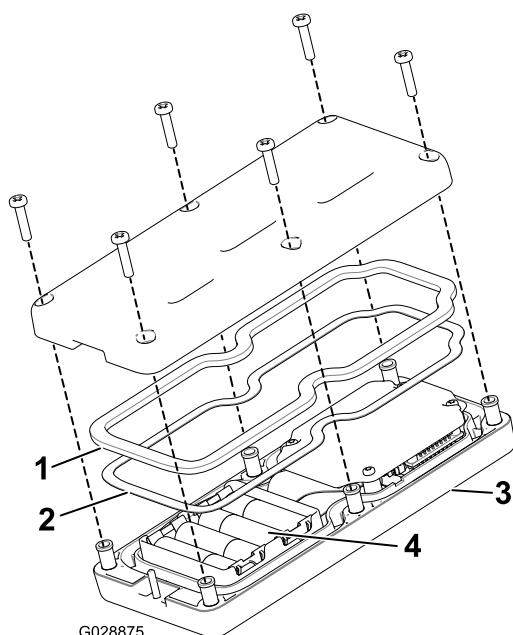

Рисунок 49
3. Отверните 6 винтов в задней части пульта дистанционного управления и снимите крышку (Рисунок 49).
5. Вставьте элементы питания в гнезда с клеммами, соблюдая полярность. В каждом гнезде имеется тиснение с обозначениями полярности клемм (Рисунок 49).
6. Если вы случайно удалили резиновое уплотнение и стальную прокладку, осторожно установите их обратно в канавку ручного пульта дистанционного управления (Рисунок 49).
7. Установите крышку, закрепите ее с помощью 6 ранее снятых винтов (Рисунок 49) и затяните их с моментом 1,5-1,7 Н·м.